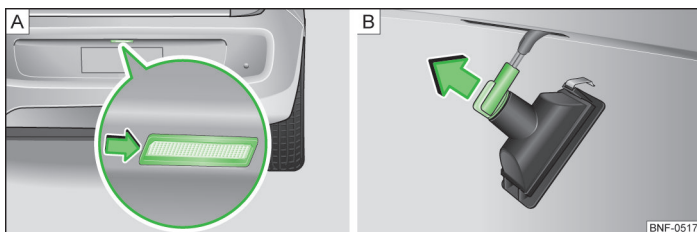

Fig. 130 Udskiftning af pære til nummerpladelygte
- Stik en egnet, tynd genstand, fx en skruetrækker, ind i udskæringen ved pilen, og vip forsigtigt nummerpladelygten ud af stødfangeren » Fig. 130 - [A].
- Drej pæreholderen **mod** uret, og tag den ud i pilens retning » Fig. 130 - [B].